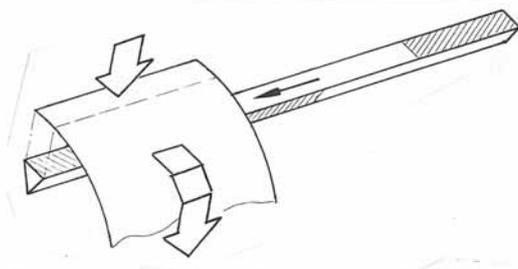

Рис. 3
2. На переднюю часть фюзеляжа (в ее сторону направлена небольшая стрелка) аккуратно наклеить край груза (дет. 2, рис. 3).